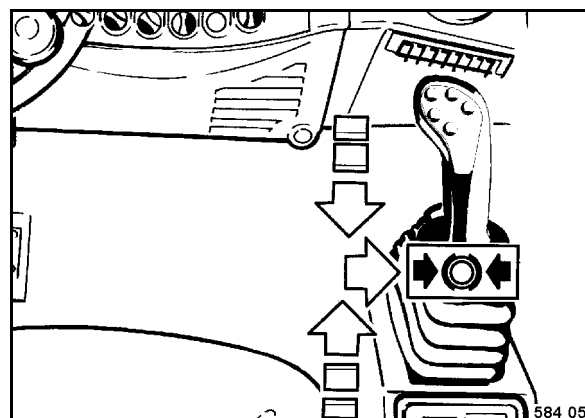

Fig. 49
- Comprobar si la palanca de marcha (Fig. 49) está encajada hacia la derecha en posición de freno.